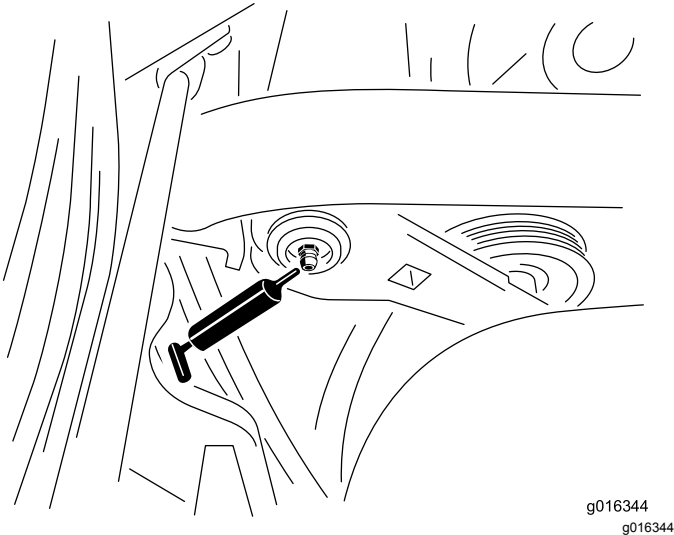

Bild 30
1. Wischen Sie die Schmiernippel ab, um das Eindringen von Fremdkörpern in die Lager oder Buchsen zu vermeiden (Bild 30).